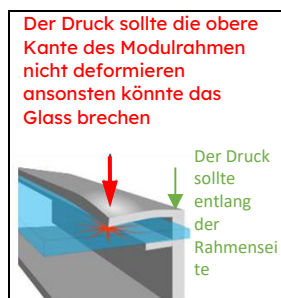

Abbildung 1a: Druck auf die Klemmenstellen
- 2) **Klemmen oder Clips:** Befestigen Sie das Modul mit den gegenüberliegenden Clips an der längeren und/oder kürzeren Seite des Modulrahmens. Die erlaubte Position der Klammern entnehmen Sie bitte aus der Anhang. Achten Sie darauf, dass die Clips oder Klemmen ausreichend belastbar sind, um die maximale Festigkeitsauslegung für das Modul zu erzielen. Clips und Klemmen werden nicht von Maxeon bereitgestellt. Die Klammern müssen die Kraft gleichmäßig und parallel mit der "Rückwand" des Modulrahmens und nicht nur auf den oberen Flansch ausüben. Sie dürfen keine übermäßige Kraft auf den Rahmen ausüben, den oberen Flansch verziehen oder das Glas berühren - diese Praktiken führen zum Erlöschen der Modulgarantie und können zum Rahmen- und Glasbruch führen. Die Abbildung 1a zeigt ins Detail ein mögliches Schadensbild auf. Vermeiden Sie in den ersten 50mm von der Modulecke zu klemmen, um die Risiken von Deformation und Glasbruch zu verhindern. Der Druck beim Klemmen sollte nicht über 15N.m sein, damit die Verformungen vermeiden werden. Es muss ein kalibrierter Drehmomentschlüssel verwendet werden. Bitte überprüfen Sie die Klemmenanleitung. Bitte wenden Sie sich an Maxeon, um die Genehmigung von nicht standard Klemmdruck oder von höheren Drehmomentwerte zu verwenden.